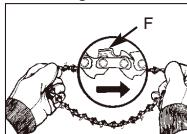

Fig. 3D
- Distendere la catena con gli spigoli di taglio (F) rivolti in DIREZIONE DELLA ROTAZIONE (Fig. 3D).